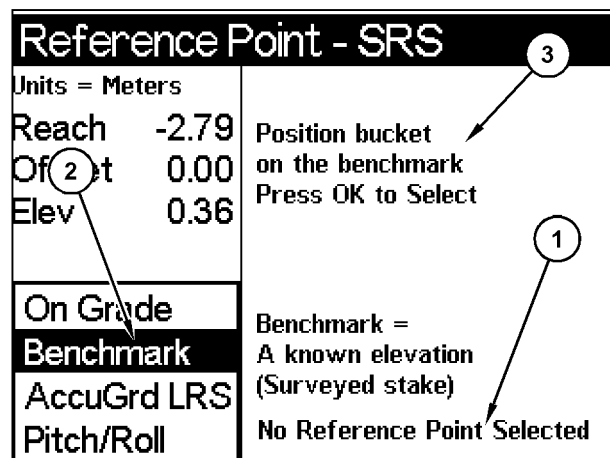

Ilustración 115
2. Oprima el botón "OK". Después de que se oprima el botón "OK", aparecerá la pantalla "Punto de referencia - SRS". Vea la Ilustración 115.